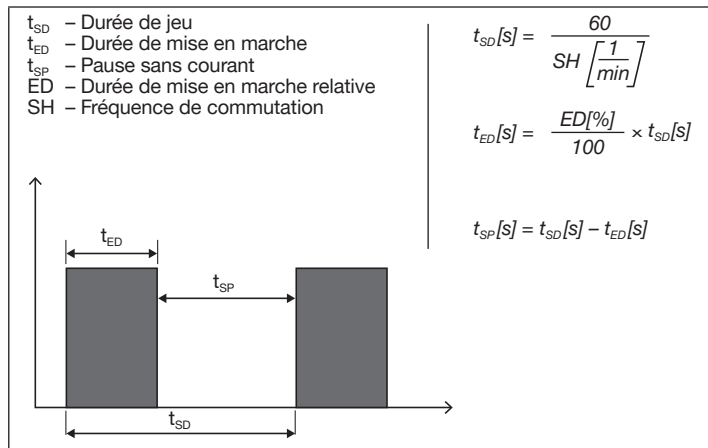

Fig. 3 : Caractéristiques pour le service intermittent pour la version à électronique hautes performances AC/DC
- Respecter le sens du débit de la vanne (voir « Fig. 3 »).